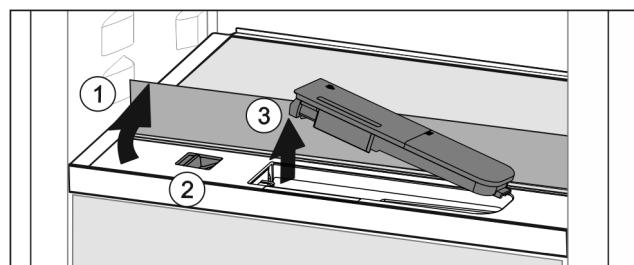

Fig. 114
- Nadvhňte sklenú dosku a až na doraz ju sklopte dozadu Fig. 114 (1).
- Potlačte posúvač Fig. 114 (2) doľava.
- Vyberte nádržku na vodu Fig. 114 (3).